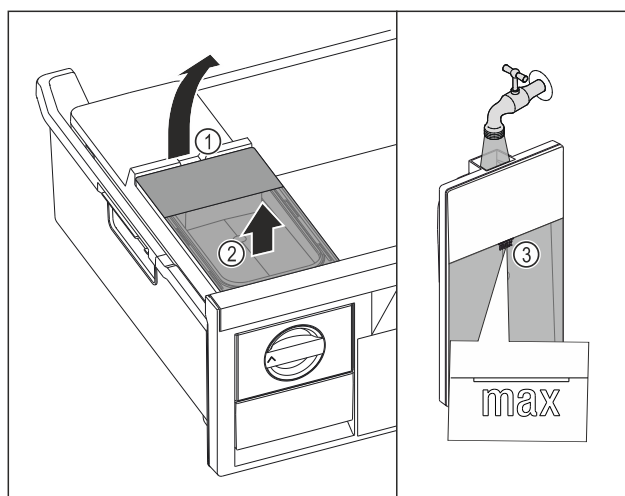

Fig. 97
- Soulever le réservoir d'eau par l'encoche Fig. 97 (1).
- Retirer le réservoir d'eau par le haut. Fig. 97 (2)
- Remplir le réservoir d'eau potable jusqu'au repère Fig. 97 (3).